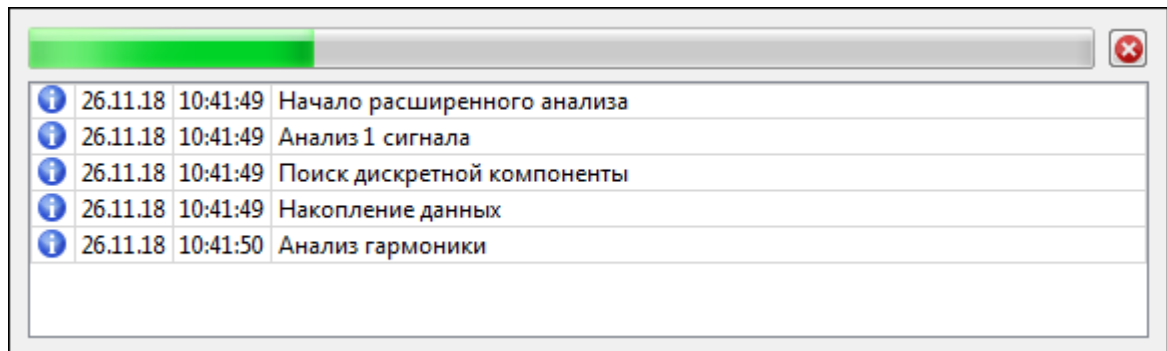

Рис. 60
- если используется расширенный анализ, дождаться заполнения индикатора прогресса анализа (Рис. 60);
расширенного анализа на экран выводятся сообщения о текущей стадии и отображается индикатор текущего процесса анализа (рис. 60).